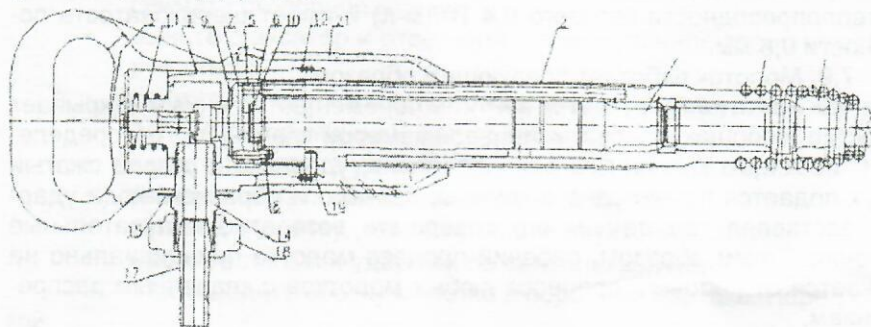

Рис.1
7.1. Молоток (рис. 1) представляет собой поршневую пневматическую машину ударного действия с клапанным воздухораспределением, работающую под действием сжатого воздуха. Молоток состоит из воздухораспределительно-ударного механизма, рукоятки с собранным в ней пусковым устройством и кожуха-глушителя.
9.1. Разборку молотка для устранения неисправностей, профилактического осмотра или его консервации производите в следующей последовательности (рис. 1):